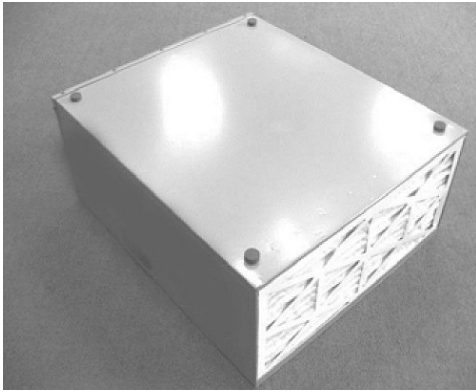

Abb. 4: Montieren des GummifüÙe
Schritt 1: Legen Sie das Luftfiltersystem auf den Boden, sodass die Unterseite des Gehäuses wie auf Abb.4 nach oben zeigt.